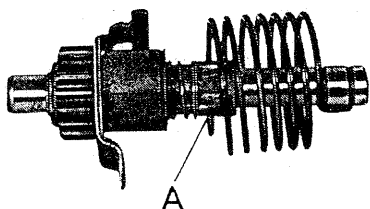

Fig. 277. Arbre de kickstarter complet
La roue dentée de kickstarter (6) est enduite de graisse avant l'introduction des 24 aiguilles à palier (7) $2,5 \times 19,8$ et est ensuite poussée sur l'arbre de kickstarter (1) jusqu'à l'appui contre le heurtequin (5). Pour terminer, il faut monter le ressort de kickstarter (10). L'extrémité de ressort doit être faite glisser jusqu'à la butée dans l'alésage (A) de l'arbre de kickstarter. Fig. 277 montre l'arbre de kickstarter prêt à être installé.